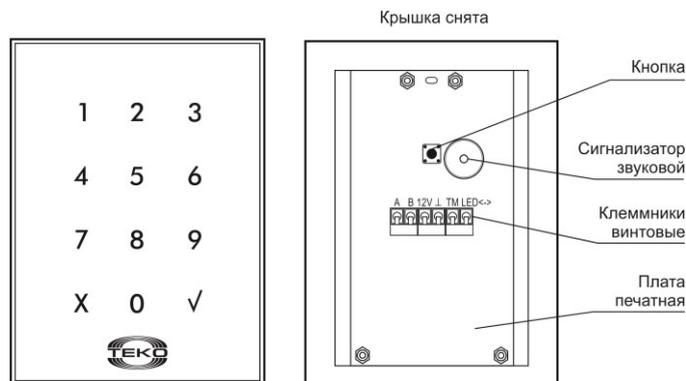

Рисунок 1
Настоящее руководство по эксплуатации предназначено для изучения принципа работы, правильного использования, хранения и технического обслуживания сенсорной клавиатуры «Астра-КТМ-С» (далее **клавиатуры**) (рис. 1). Изготовитель оставляет за собой право без предупреждения вносить изменения, связанные с совершенствованием клавиатуры. Все изменения будут внесены в новую редакцию руководства по эксплуатации.
5.4 Внутри блока смонтирована печатная плата с радиоэлементами и клеммниками винтовыми для внешних подключений (рис. 1).